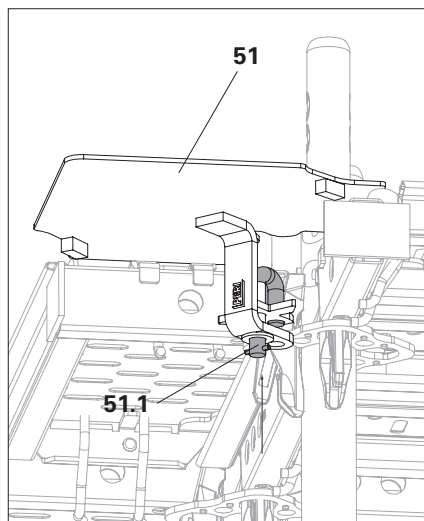

Fig. A7.06a
4. Spingere verso l'alto il perno della lamiera d'angolo interna EDP (**51.1**). (Fig. A7.06a)